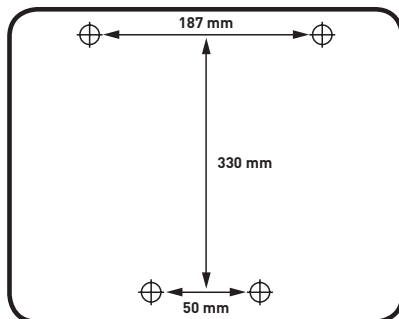

Abb. 3: Bohrlöcher
1. Markieren Sie mithilfe der mitgelieferten Bohrschablone die 4 Bohrlöcher unter Berücksichtigung der in Abbildung 3 angegebenen Abstände.